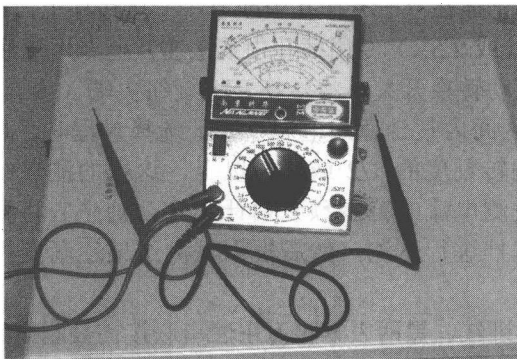

图 1-1 指针式万用表外形
(1) 使用万用表时，首先将两支测试棒插入插孔或接到接线端钮上。如图 1-1 所示，红色表笔插入有“+”号或标有“VmAΩ”号的插孔，黑色表笔插入有“-”号或“*”号或标有“COM”的插孔，以避免测量时接反。
位，并找出相对应的刻度标尺。有的万用表有两个转钮，一是种类选择旋钮，二是量程变换旋钮，使用时应将两个旋钮都旋到相应的挡位。指针式万用表外形如图 1-1 所示。